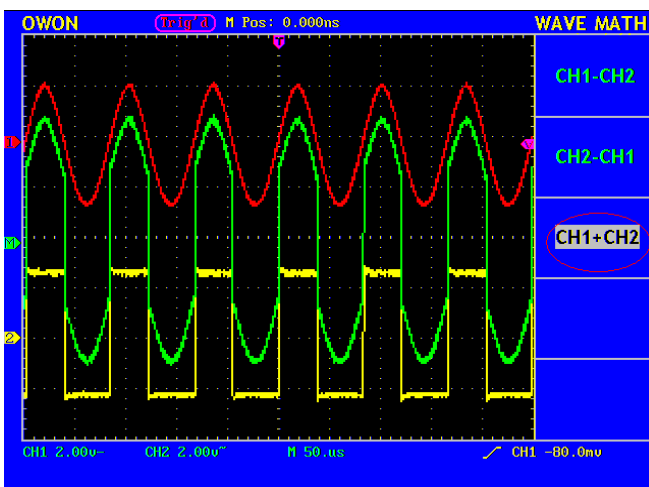

Рисунок 5.16.1. Результат математической операции CH1 +CH2
- Нажмите на кнопку **F3** “CH1+CH2”, на дисплее появится сложная осциллограмма CH1 и CH2, отображаемая зеленым цветом. Нажмите на кнопку **F3** еще раз, чтобы убрать математическую сложную осциллограмму с дисплея (см. рис. 5.16.1).